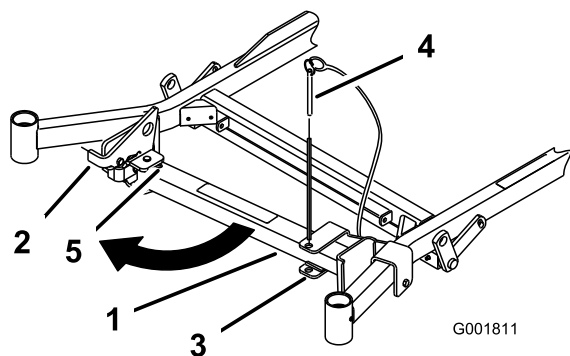
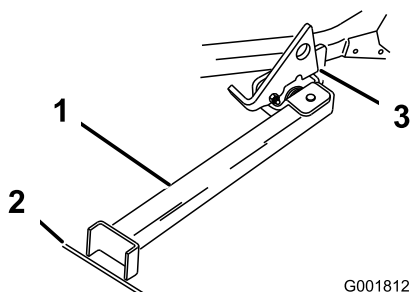

Figura 46
Figura 47
2. Retire o pino do suporte (Figura 46).
4. Rode o pé do apoio e deslize-o em direção à máquina, no fundo da ranhura (Figura 46 e Figura 47).
5. Coloque o pé do apoio no terreno e pouse o trinco na patilha rotativa (Figura 47).
- Nota:** Para obter melhores resultados, coloque o pé do apoio nos passeios ou na relva (Figura 47).
7. Conduza a máquina para o apoio. Pare quando o trinco passar pela patilha para posição bloqueada (Figura 47).
5. Coloque novamente o apoio na posição de descanso (Figura 46).